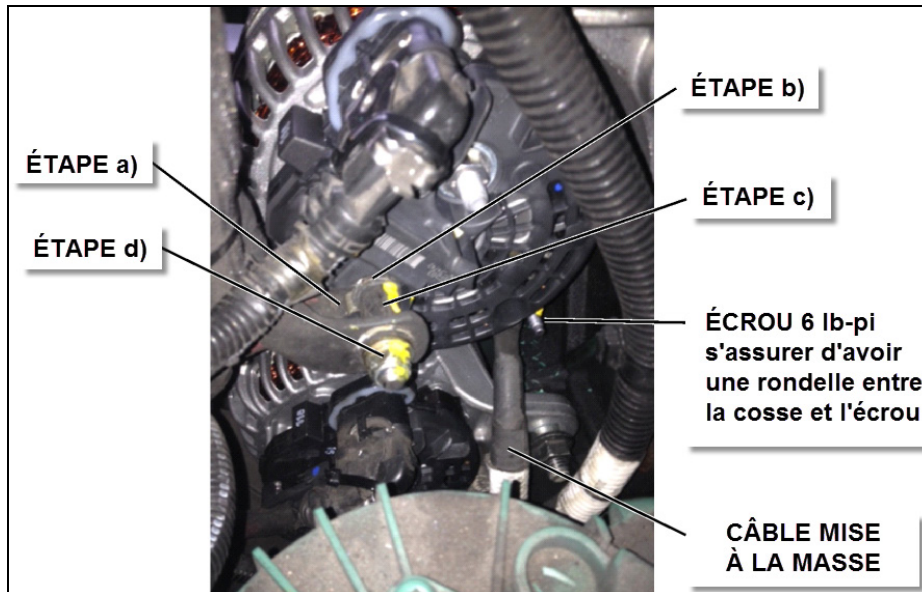

FIGURE 28
- Installer le câble de liaison sur la borne **B1+** de l'alternateur du haut (FIGURE 28).
- Placer une rondelle plate #5001341 contre le terminal du câble (FIGURE 28).
- Visser et serrer l'adaptateur #060297 (serrage: 10 lb-pi) (FIGURE 28) avant d'installer le câble de puissance.
- Placer le terminal du câble de puissance sur le goujon de l'adaptateur, placez une rondelle plate #5001341 contre le terminal et vissez un écrou #5001983 (écrou serrage: 10 lb-pi) (FIGURE 28).
15. Brancher le câble de mise à la masse sur la borne de mise à la masse (ground) de l'alternateur, ajouter une nouvelle rondelle plate #502573 et visser un écrou #5001182 (écrou serrage: 6 lb-pi) (FIGURE 28).